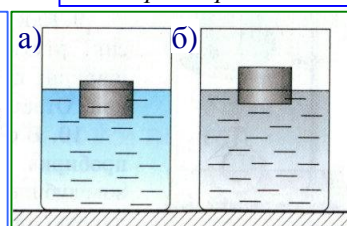

Рис. 85.3. Одно и то же тело в различных жидкостях.
2. На рис.85.3 изображено одно и то же тело, плавающее в двух